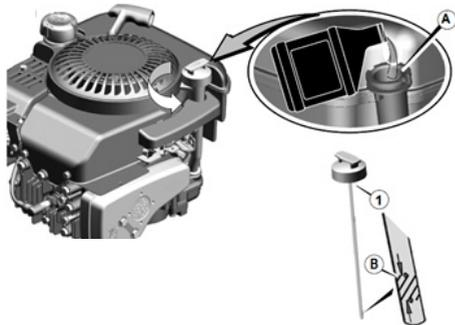

Рис. 5 Расположение крышки-щупа маслосазливной горловины
2. Открутите крышку-щуп маслосазливной горловины и извлеките щуп 1 (Рис. 5).
5. Аккуратно вытащите щуп и осмотрите его. Уровень масла должен соответствовать верхней отметке на щупе В (Рис. 5).
2. Выкрутите крышку-щуп маслосазливной горловины и извлеките щуп (Рис. 5).
При недостаточном уровне масла в картере необходимо долить чистое масло до верхней отметки на щупе (Рис. 5).